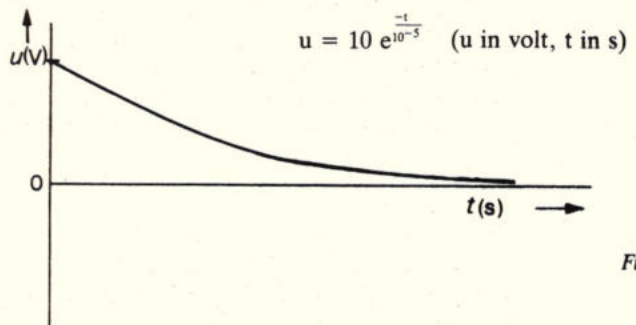

Fig. 5
3. Het verloop van de spanning u in fig. 5 is gegeven door: